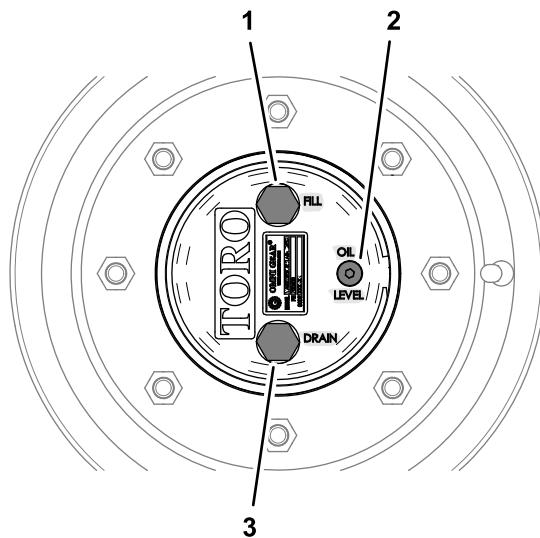

Figure 91
1. Amenez la machine sur une surface plane et horizontale, tournez une roue de sorte que le bouchon de remplissage soit en haut, à la position 12 heures, et le bouchon de vidange soit en bas, à la position 6 heures (Figure 91).
1. Amenez la machine sur une surface plane et horizontale, tournez une roue de sorte que le bouchon de remplissage soit en haut, à la position 12 heures, et le bouchon de vidange soit en bas, à la position 6 heures ; voir Figure 91 sous Contrôle du niveau d'huile du train planétaire (page 76).